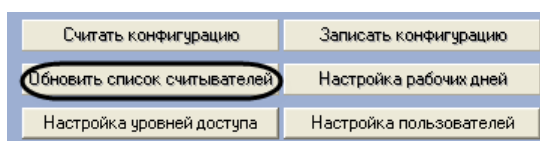

Рис. 3.3—11 Обновление списка считывателей
1. Перейти на панель настроек объекта **ППК Рубикон** (Рис. 3.3—11).
2. Нажать кнопку **Обновить список считывателей** (см. Рис. 3.3—11).